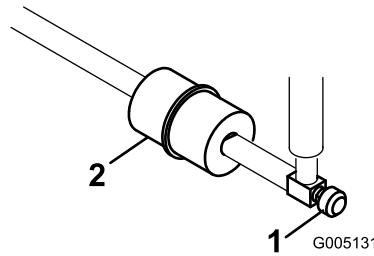

Bild 45
Der Kraftstofffilter befindet sich in der Kraftstoffleitung zwischen dem Tank und dem Vergaser (Bild 45).
1. Schließen Sie den Kraftstoffhahn (Bild 45).
2. Legen Sie eine Ablauwanne unter den Filter, lockern die Schlauchklemme an der Vergaserseite des Filters und ziehen die Kraftstoffleitung vom Filter ab (Bild 45).
3. Lösen Sie die andere Schlauchklemme und entfernen den Filter (Bild 45).